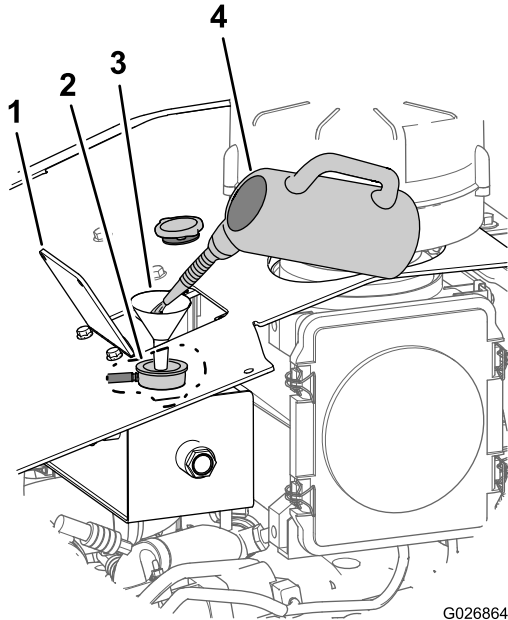

Figura 107
- B. Añada una solución de limpieza para sistemas de refrigeración al sistema de refrigeración por el cuello de llenado del depósito auxiliar (Figura 107).